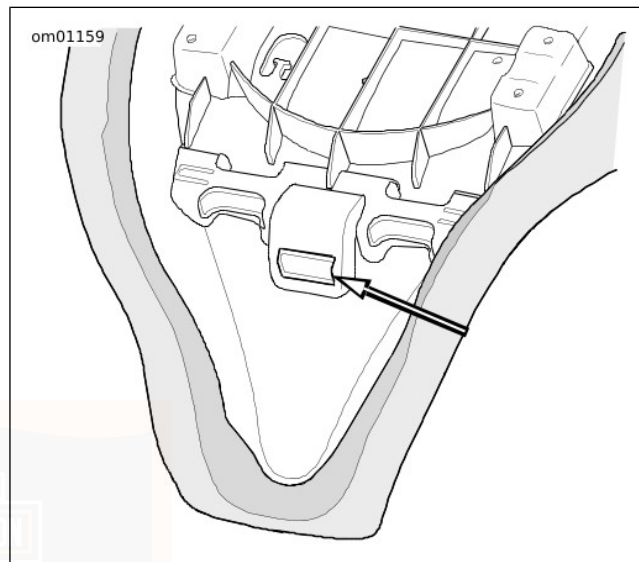

Figura 83. Ranura de montaje del asiento
1. Vea Figura 83. Coloque el asiento en el eje central de la estructura.